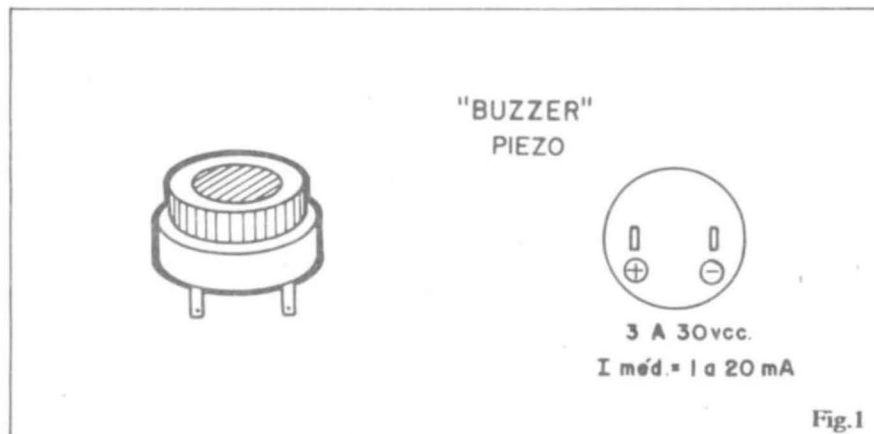

Fig.1
- FIG. 1 - O “jeitão” de um **buzzer** piezo-elétrico comercial típico... É leve, pequeno (quase sempre um cilindrinho cuja maior dimensão não passa de uns 3 centímetros), geralmente dotado de um anel frontal de montagem, com rosca, que torna muito fácil sua instalação nas caixas e